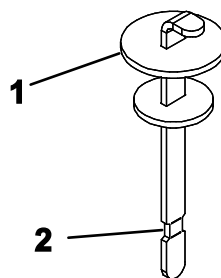

図 63
4. 補給口の首からディップスティックを抜き、ウェスできれいに拭う。もう一度首に差し込んで引き抜き、オイルの量を点検する。ディップスティックのマークまであれば適正である 図 63。